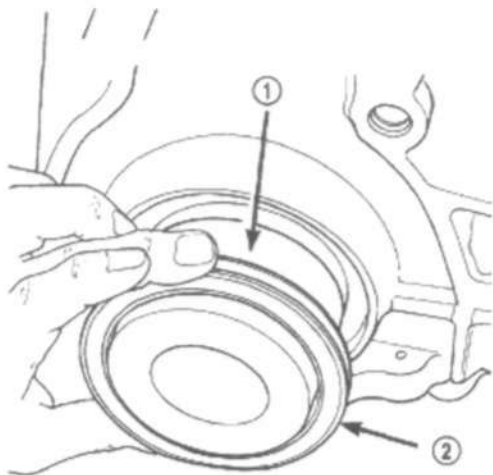

Рис. 58
(1) Смазать фланец коленчатого вала моторным маслом.
(2) Поместить направляющее спец. приспособление 6926-1 для установки уплотнения на коленчатый вал (Рис.58).
(3) Установить уплотнение на направляющее приспособление (Рис.58). При установке уплотнения направляющее приспособление должно оставаться на коленчатом вале. Убедиться, что манжета уплотнения направлена к коленвалу при установке.